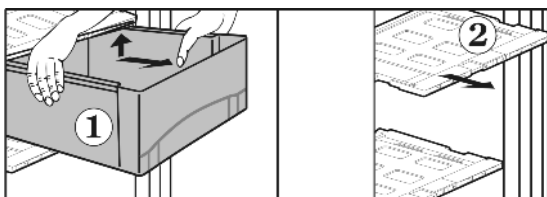

Fig. 5
- ▶ Выдвижные ящики *Fig. 5 (1)* извлеките до упора.
- ▶ У снятого выдвижного ящика крышку *Fig. 5 (2)* с регулятором влажности освободите из фиксаторов сверху, извлеките вперед.